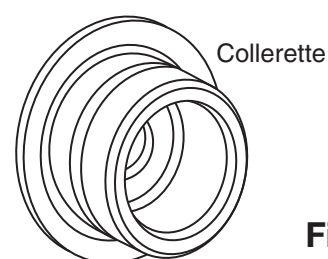

Figure 1A
4. Faire une légère marque sur le mur à l'endroit où l'entaille se trouve sur la collerette, qui se trouvera à l'extérieur, et tracer légèrement un cercle autour de la base de la collerette pour un bon alignement à une étape ultérieure (voir Figure 1A).